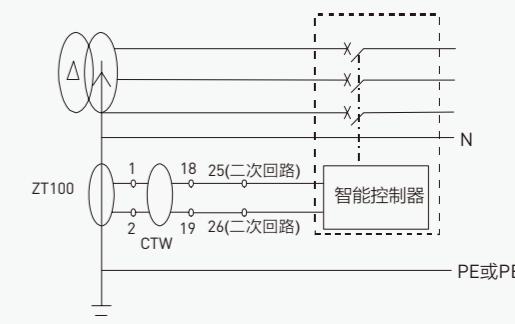
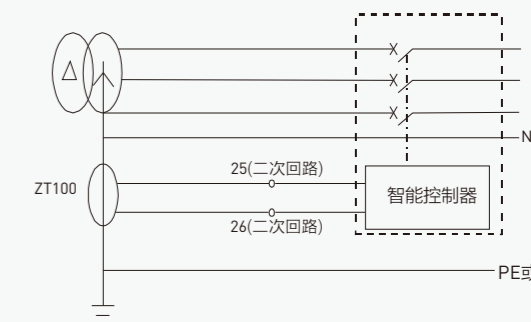
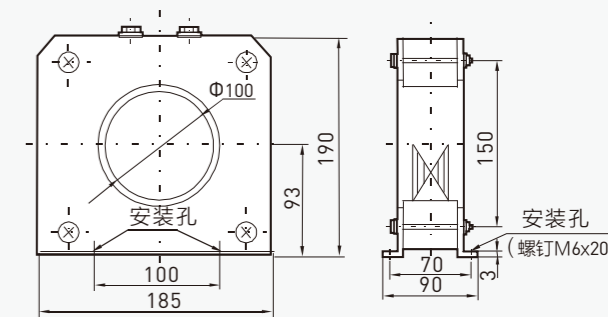

图2（1600壳架）
图3（≥2000壳架）
图4
②地电流型漏电保护（W）：通过外接ZT100互感器直接接地电缆上的电流，可对断路器的接地故障进行保护，ZT100互感器和断路器最大距离不超过10米。1600壳架地电流互感器必须同时增选CT-W模块，CT-W模块的输入端1、2两个接线分别接ZT100互感器的输出端，CT-W模块的输出端18、19接至二次回路的端子号25、26，接线原理见图2；≥2000壳架不用CT-W模块，接线原理见图3；ZT100外形安装尺寸见图4，选择其额定电流与断路器相同；CT-W模块外形安装尺寸见图5。